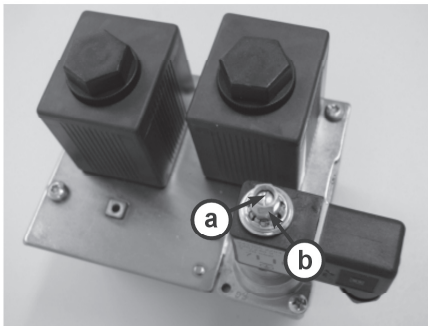

Рис. 17
7. на гайку модулятора (рис. 17/b) газового клапана установите ключ № 8 и поворотом налево или направо настройте максимальную мощность котла согласно табл. 6..
2. Осторожным поворотом пластмассового винта (рис. 17/b) с помощью крестовой отвертки дорегулируем на модуляторе газового клапана сниженную мощность согласно табл. 6. Сконтролируйте функцию регулятора давления для минимальной мощности